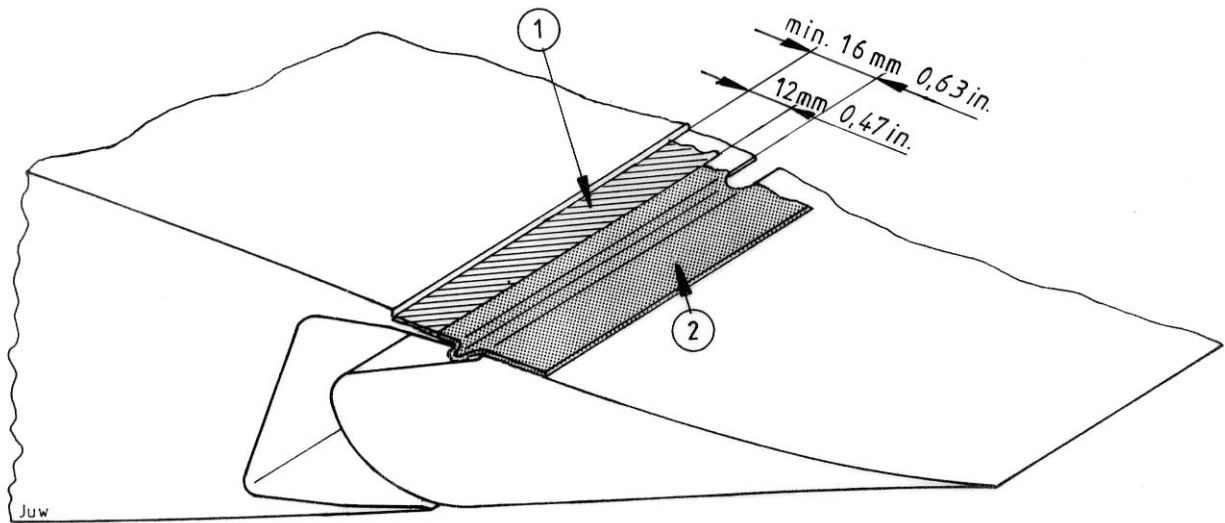

FIG. 1 Flügel-Unterseite
- 4.1 Falls noch nicht vorhanden, muß zuerst auf der Flügelunterseite, wie in Fig. 1 dargestellt, eine Stufe eingelassen werden, indem die Lackschicht bis zur äußeren GFK-Lage vorsichtig abgetragen wird [ca. 0,5 mm tief].
- 4.2 In die eingefräste Stufe wird entlang der vorderen Kante ein 12 mm breiter Hilfsklebestreifen (1) [z.B. Tesafilm 104, 12 mm breit] geklebt (Fig. 1).